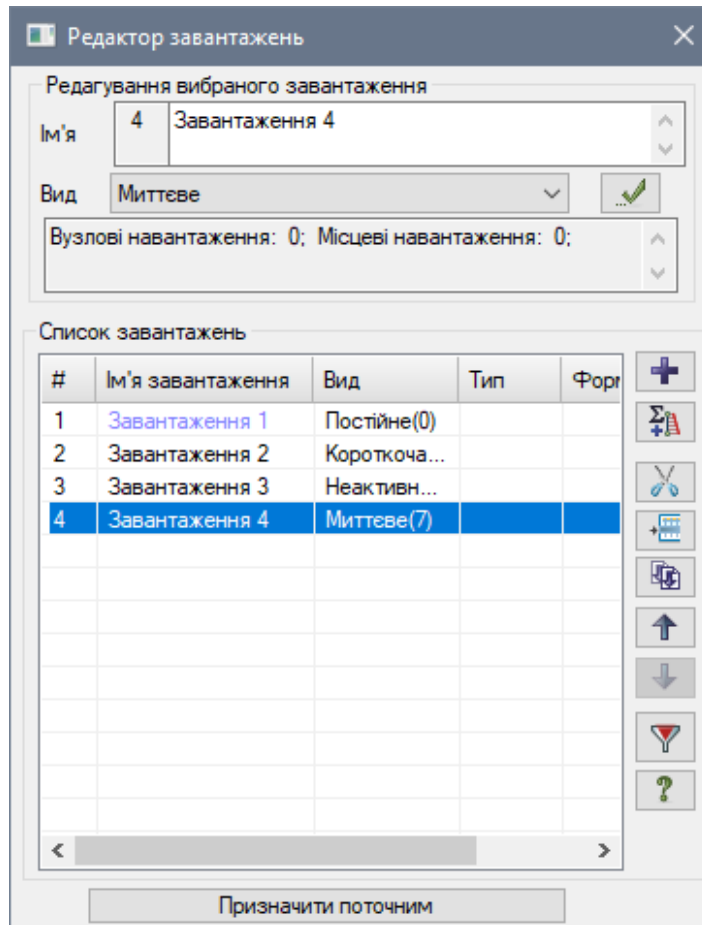

Рис. 5.22. Діалогове вікно Редактор завантажень
- Відкрийте діалогове вікно **Редактор завантажень** (рис. 5.22) натиснувши на кнопку  – **Редактор завантажень** (панель **Навантаження** на вкладці **Створення та редагування**).
Так як вид завантажень задавався в діалоговому вікні Редактор завантажень (рис. 5.22) таблиця РСЗ сформувалась автоматично з параметрами, прийнятими за умовчанням для кожного завантаження. Далі треба тільки змінити параметри для першого, другого і четвертого завантажень.